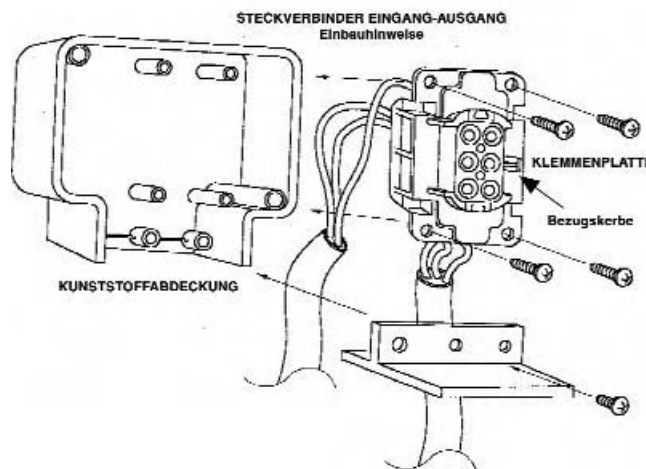

Abb. 3 Deckel der Klemmenplatte
2. Die Klemmenplatte in den Kunststoffdeckel einsetzen und mit den zugehörigen Schrauben befestigen. Dann die Kabel mit der Zugentlastung am Deckel sichern (siehe Abb. 3).